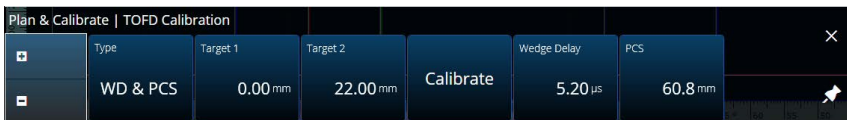

Figura 4-8 Calibração de TOFD — WD e PCS
Na aba **TOFD Calibration** (calibração de TOFD), você pode calibrar o grupo TOFD de modo que as leituras do cursor sejam convertidas em profundidade em vez de tempo. Isso normalmente é feito durante a análise, mas pode ser feito antes. A calibração de TOFD tem um processo simplificado e é feita fora do assistente de calibração. Para acessar as opções de **TOFD Calibration** (calibração de TOFD), vá para **Plan & Calibrate > TOFD Calibration** (planejamento e calibração > calibração de TOFD) (Figura 4-8 na página 196 e Tabela 81 na página 197).
1. Escolha o tipo de calibração (Figura 4-8 na página 196 e Tabela 81 na página 197).